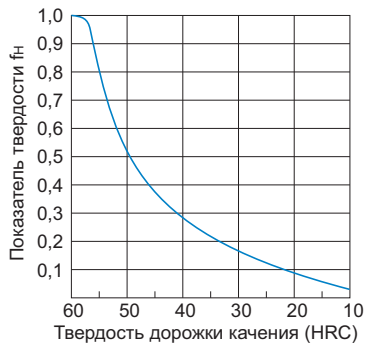

Рис.2 Показатель твердости (f_n)
- f_n** : коэффициент твердости (см Рис.2 на с. **B5-6**)